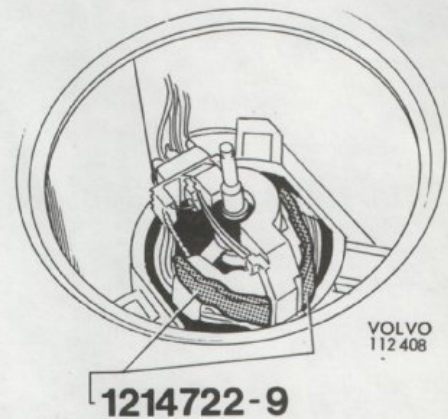

Bild 1.
1. Demontera enhetens högra yttre gavel samt turbinhjul, se verkstadshandbok 140, 164 avd. 8 (85).
3. Fäst en bit självhäftande skumplast (detaljnummer 1214722-9) på borsthållarnas utsida, bild 1.